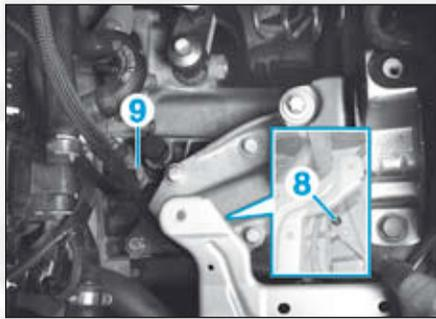

FIG.6
- la vis de fixation (8) du câble de masse puis le retirer (Fig.6).
- Débrancher le connecteur (9) du contacteur de marche arrière.